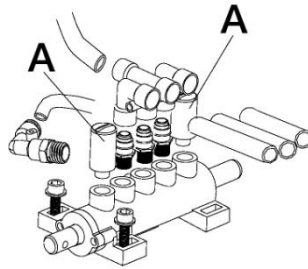

Abb. 17
- Die Ventile der Spannklaunen und des Reifenabdrückers alle 6 Monate reinigen (Abb. 17).
- Schalldämpferventile des Abdrückers und der Spannklaunen abschrauben (Abb. 17)